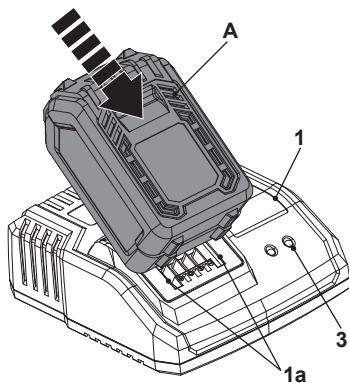
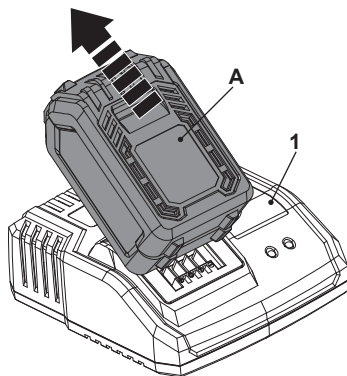

Fig. 2
Fig. 3
1. Alinee y deslice la batería (A) en las ranuras deslizantes (1a) del cargador (1) hasta el tope. Asegúrese de que los contactos eléctricos del cargador (1) estén completamente insertados en la batería (A) (Fig. 2).
3. El indicador de estado de carga (3) parpadea en verde y el ventilador del cargador (1) funciona de forma sonora.
4. El indicador de estado de carga (3) se mantiene en verde una vez finalizada la carga (suele tardar 1 hora, consulte la sección "Indicador de estado de carga" más abajo para ver el estado de carga). Desconecte el cargador (1) de la fuente de alimentación.
5. Extraiga la batería (A) del cargador (1) (Fig. 3).